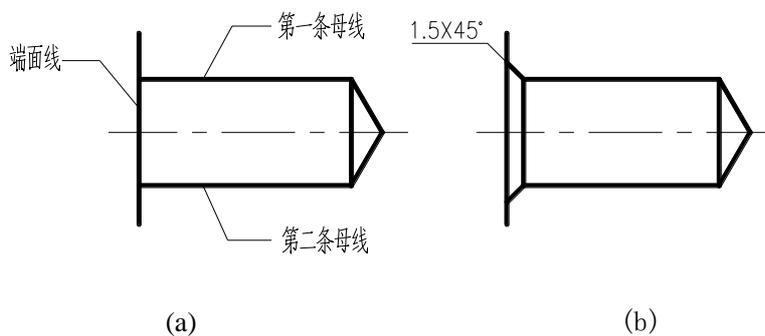

图 3-5
有一端面孔如图 3-5(a)所示，需对其左端进行倒角  $1.5 \times 45^\circ$
- 结果：完成孔倒角的绘制，如图 3-5(b)